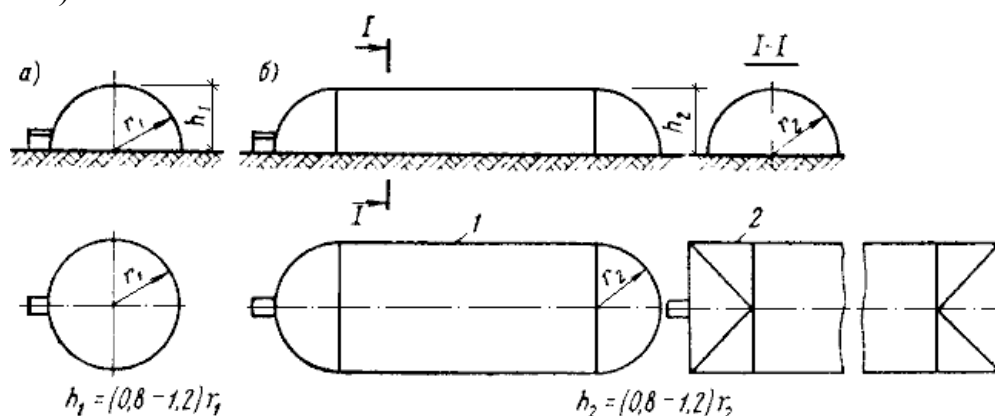

Рис. 1. Схемы оболочек ВПС
где <pict=1> указывает на рисунок 1.bmp в соответствующей папке из каталога Drawings
3.1. Оболочки ВПС проектируются сферическими и цилиндрическими. Цилиндрические оболочки могут быть со сферическими или цилиндрическими торцами (рис.1).
/// Проверка условий по рис.1: